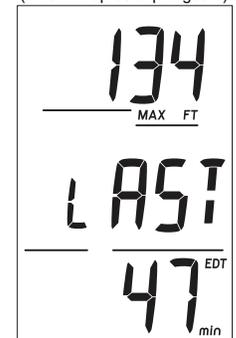

Fig. 4 - ÉCRAN SECONDAIRE SURFACE NORM (données de la dernière plongée)
**ÉCRAN SECONDAIRE SURFACE NORM : paramètres affichés (fig. 4)**